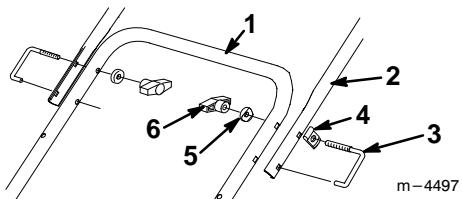

Figure 9
- 3.** Monter le mancheron supérieur comme illustré à la figure 9.